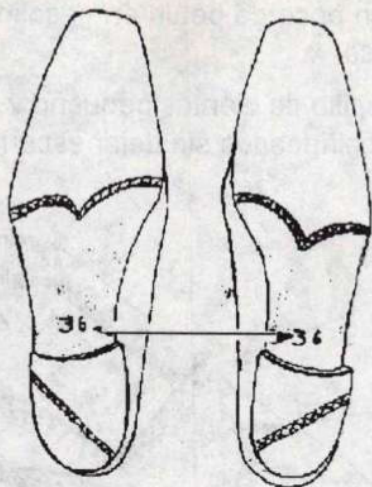

Fig. 10
- Coloque el zapato en el dedal y numere la planta en el enfranque, siempre en un mismo sitio, con un golpe firme de martillo (Fig. 10).